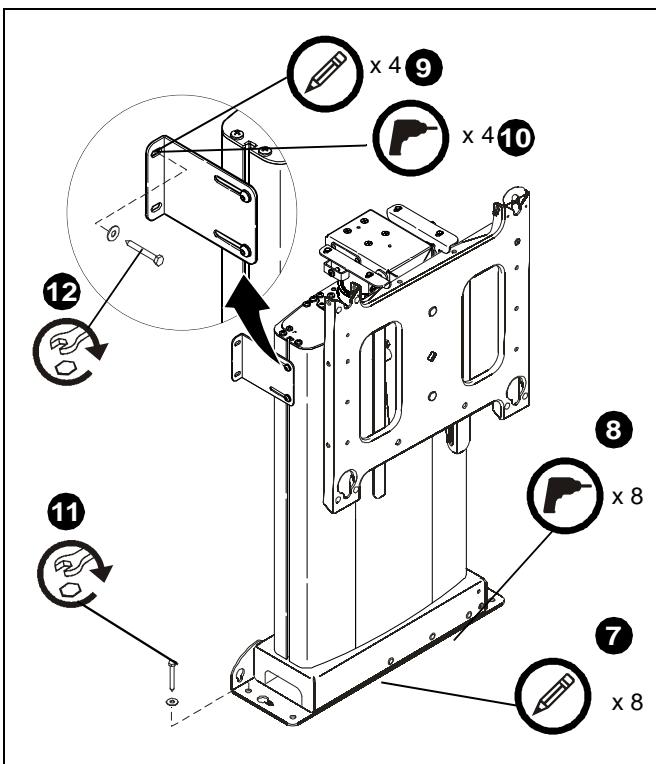

Figura 24
- Afloje los cuatro tornillos que fijan las placas de sujeción laterales al marco y ajuste su posición de modo que queden correctamente ubicadas contra la superficie de montaje vertical. (Consulte la Figura 24)
- Ajuste los cuatro tornillos para mantener las placas de sujeción laterales en posición. (Consulte la Figura 24)
- Marque la ubicación de los ocho orificios de montaje de la base. (Consulte la Figura 24)
- Marque la ubicación de los cuatro orificios de montaje de las placas de sujeción laterales. (Consulte la Figura 24)
- Fije la base del soporte a la superficie de montaje utilizando ocho tornillos. (Consulte la Figura 24)
- Fije el soporte a la superficie de montaje vertical utilizando cuatro tornillos. (Consulte la Figura 24)